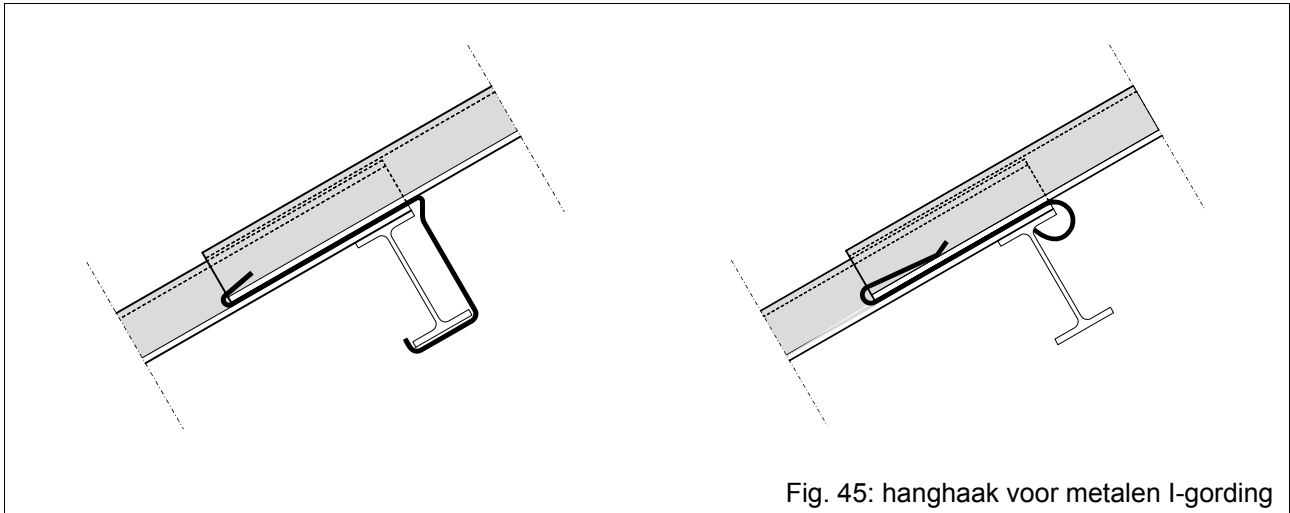

Fig. 45: hanghaak voor metalen I-gording
*De bovenkant van de golfplaten wordt gelijk met de gordingen geplaatst (zie Fig. 45).*